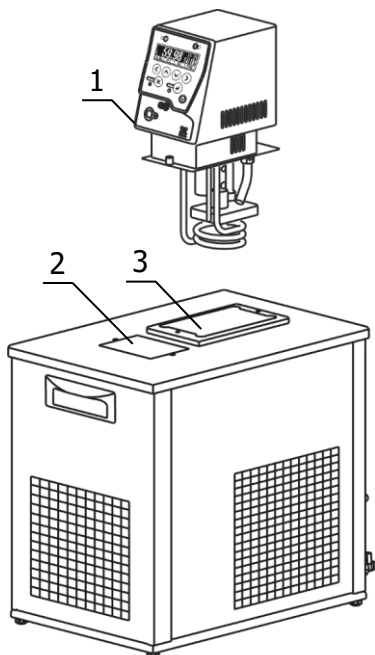

Рисунок 2 — Установка блока регулирования
2.2.3 Погрузить блок регулирования температуры 1 в отверстие 3 (рисунок 2) и закрепить его винтовыми фиксаторами на крышке термостата.
2.2.5 Заполнить ванну термостата теплоносителем через отверстие над рабочей зоной 2 (рисунок 2) до момента начала слива теплоносителя из переливного штуцера 8. Температурный диапазон применения теплоносителя должен соответствовать значениям, указанным в 1.2.6.